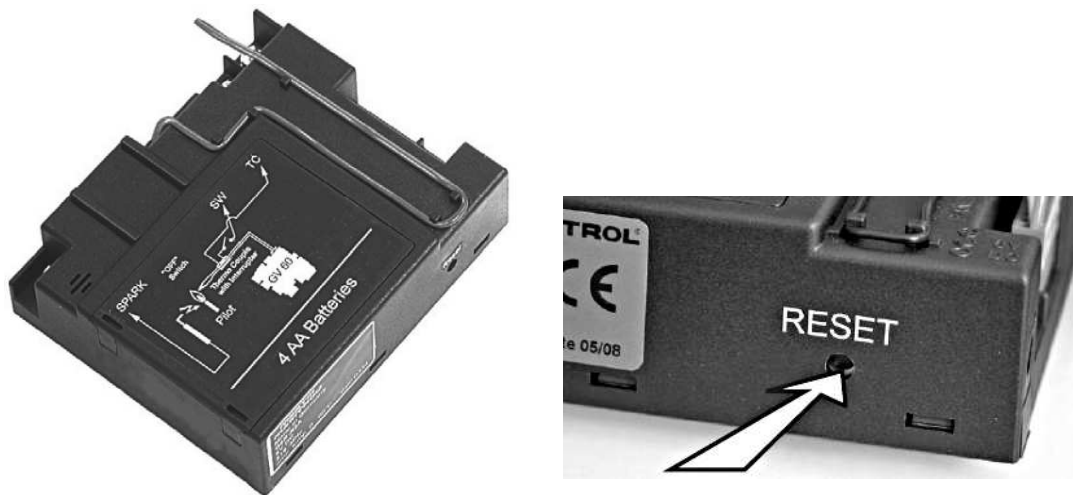

Abbildung 3: Empfänger "RESET" taste
- Drücken Sie die **RESET** Taste auf dem Empfänger und halten Sie diese gedrückt, bis zwei Tonsignale ertönen. Siehe Abbildung 3. Lassen Sie die **RESET** Taste nach dem zweiten (etwas längeren) Tonsignal wieder los.